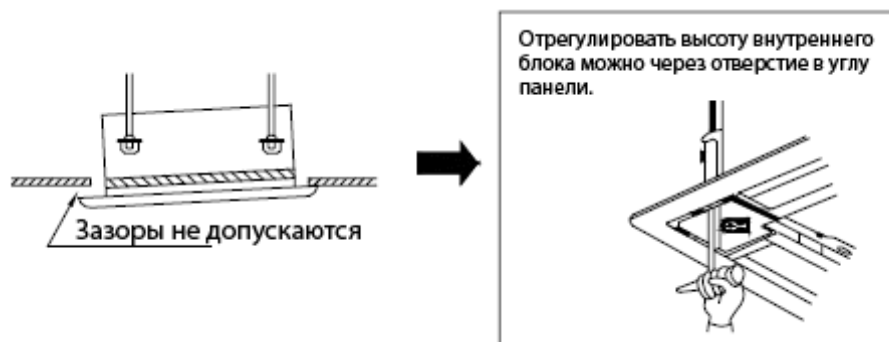

Рис. 13
- Если после затягивания винтов между потолком и панелью остался зазор, отрегулировать высоту внутреннего блока. (Как показано на рис. 13)